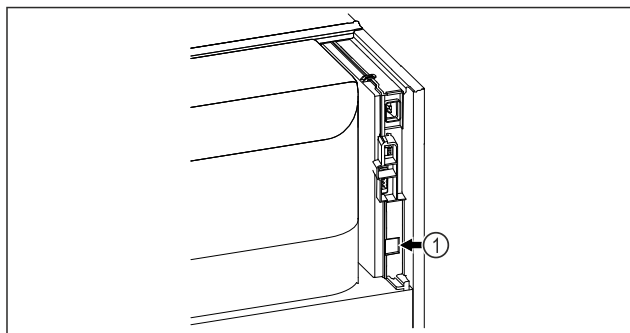

Fig. 135
- ❑ SmartModule Fig. 135 (1) установлен.